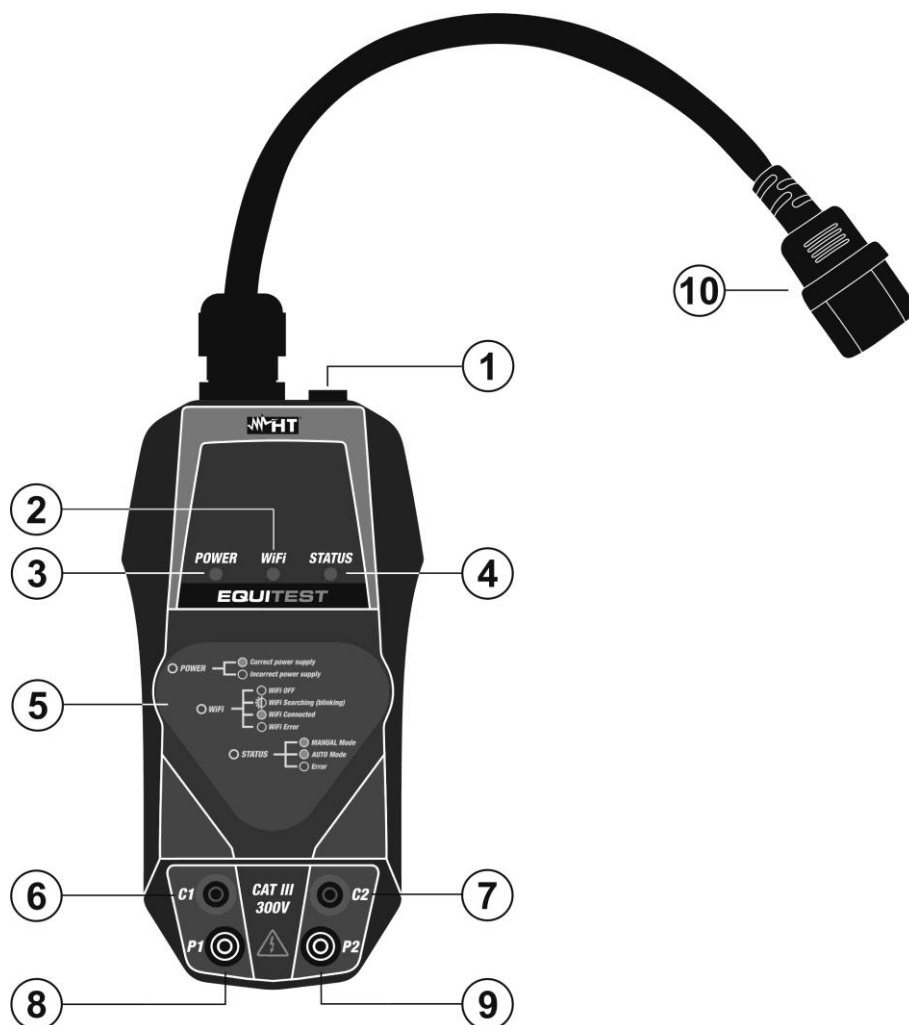
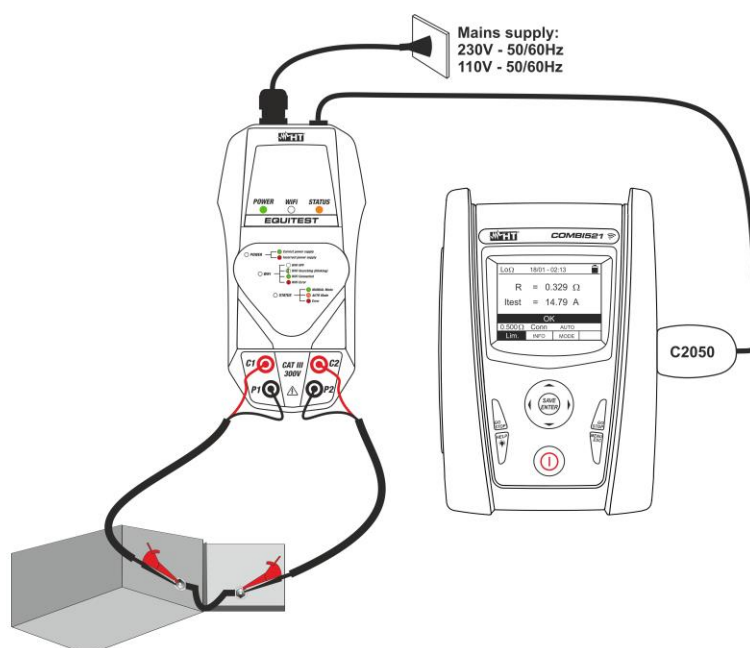

Fig. 1 Description de l'instrument
Fig. 3 Utilisation de l'instrument avec l'unité MASTER
1. Connectez l'instrument à l'alimentation électrique à l'aide du câble réseau fourni (voir Fig. 1 – partie 10). La LED **POWER** est **verte fixe** pour identifier la tension d'alimentation correcte, la LED **STATUS** est **verte fixe** pour identifier le fonctionnement de l'instrument en mode Manuel (voir manuel d'utilisation de l'instrument MASTER) et la LED **WiFi** est allumée en **vert clignotant** pour identifier que l'instrument essaie d'établir (si disponible) une connexion WiFi avec un appareil mobile externe via l'APP **HT Equitest** (voir § 5.2) et n'a aucune fonctionnalité dans la connexion avec l'instrument MASTER
2. Connecter l'instrument à l'instrument MASTER (voir Fig. 3) en utilisant le câble **C2050** fourni (voir Fig. 1 – partie 1)
4. Connectez les deux câbles noirs du jeu de câbles **C7000** aux prises d'entrée **P1** et **P2** et les deux câbles rouges aux prises d'entrée **C1** et **C2** (voir Fig. 3)
5. Connectez les pinces crocodiles du jeu de câbles **C7000** aux extrémités de l'objet à tester (voir Fig. 3)
7. En sélectionnant le **mode Automatique** sur l'instrument MASTER (mesure activée sans utiliser la touche **GO/STOP**) vérifier que la LED **STATUS** doit être **orange fixe** et connecter les pinces crocodiles aux extrémités de l'objet à tester (voir Fig. 3) pour activer le test
1. Connectez l'instrument à l'alimentation électrique à l'aide du câble réseau fourni (voir Fig. 1 – partie 10). La LED **POWER** est **verte fixe** pour identifier la tension d'alimentation correcte, la LED **STATUS** est **verte fixe** pour identifier le fonctionnement de l'instrument en **mode Manuel**